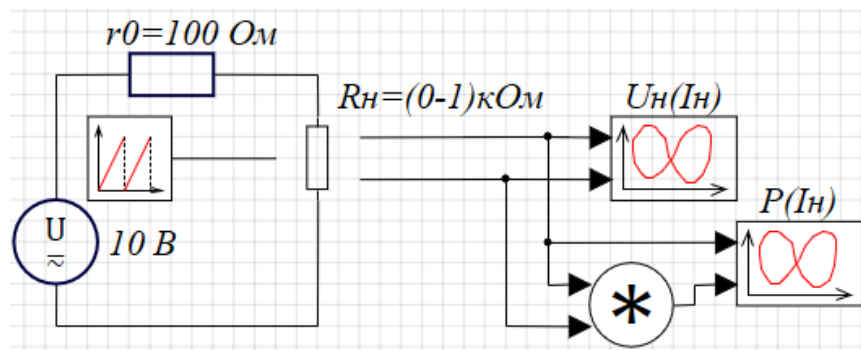
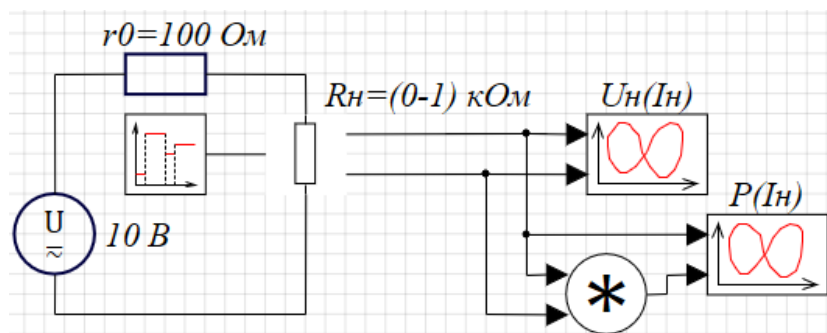

Рис. 2.19
Рис. 2.22
12. Соединить блоки между собой в соответствии с рис. 2.19.
14. Провести моделирование для схемы рис. 2.19, задав значение постоянной составляющей напряжения для блока **Источник напряжения** в вольтах, равным номеру варианта плюс 10.
15. Заменить в модели рис. 2.19 блок **Пила** на блок **Кусочно-постоянная** из библиотеки **Источники** (рис. 2.22), который формирует на выходе произвольный многоступенчатый выходной сигнал.
17. Провести моделирование для схемы рис. 2.22, задав значения внутреннего сопротивления **r0** в омах, равным номеру варианта плюс 50. Задать в окне свойств для блока **Кусочно-постоянная** восемь значений параметра **Массив значений** – **y**, равным в омах
19. Провести моделирование для схемы рис. 2.22, задав значения внутреннего сопротивления r_0 в омах, равным номеру варианта плюс 50. Задать в окне свойств для блока **Кусочно-постоянная** девять значений параметра **Массив значений** равным в омах